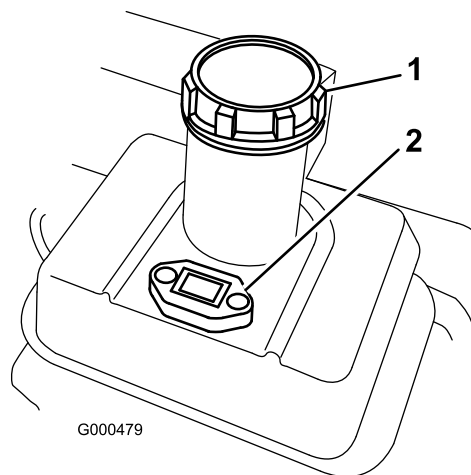

Figure 17
1. Nettoyez tout autour du bouchon du réservoir d'essence et retirez le bouchon (Figure 17). Faites le plein d'essence sans plomb sans dépasser la base de l'écran du filtre. Ne remplissez pas excessivement.